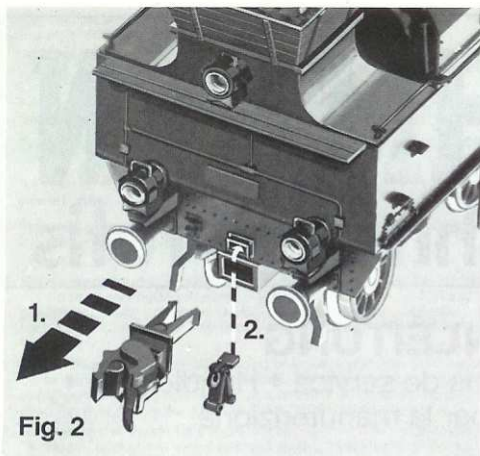

Fig. 2
Eventuell mit etwas Klebstoff befestigen (Fig. 2 und 3).
2. Insert the alternative coupling gear. Secure in position with plastic glue (fig. 2 and 3).
2. Introduire à leur place les attelages fictifs. Eventuellement les fixer au moyen d'une goutte de colle (fig. 2 et 3).
De automatische FLEISCHMANN PROFI-koppelingen kunnen vervangen worden door de bijgevoegde imitatiekoppelingen. Daartoe dient men de FLEISCHMANN PROFI-koppeling te verwijderen en de imitatiekoppeling in de daarvoor bestemde uitsparing te monteren. Bij de bevestiging kan eventueel iets lijm worden gebruikt (fig. 2 en 3).
2. Attrappen stikkes ind i slidsen. Fastgøres evt. Med lidt lim (Fig. 2 og 3).
2. Innestare le imitazioni nelle apposite rientranze. Eventualmente fissarle con un po' di adesivo (fig. 2 e 3).